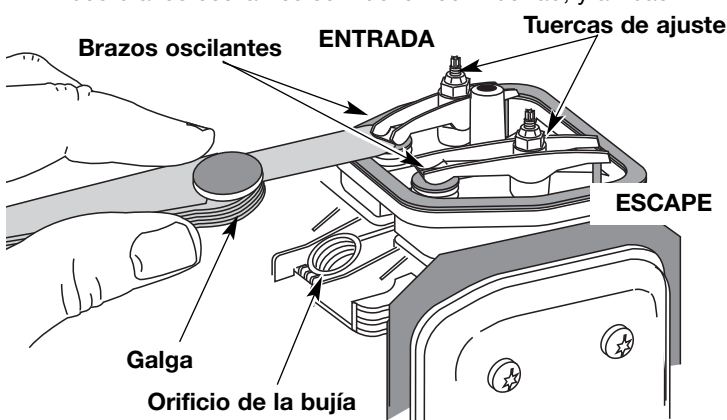

Fig. 32
- El pistón se encuentre en la parte superior de su recorrido mientras mira dentro del orificio de la bujía de encendido (Fig. 32).
- Deslice la galga entre el brazo oscilante y el resorte de retorno de la válvula. Mida el huelgo entre el vástago de la válvula y el brazo oscilante (Fig. 32). Realice esto en las válvulas de entrada y de escape.
El huelgo recomendado para las válvulas de entrada y de escape es 0,076 – 0,152 mm (0,003 – 0,006 pulgadas). Use un calibrador regular de automóvil de 0,127 mm (0,005 pulgadas). El calibrador debe deslizarse entre el balancín y el vástago de la válvula con una ligera cantidad de resistencia, sin doblarse (Fig. 32 y 33).